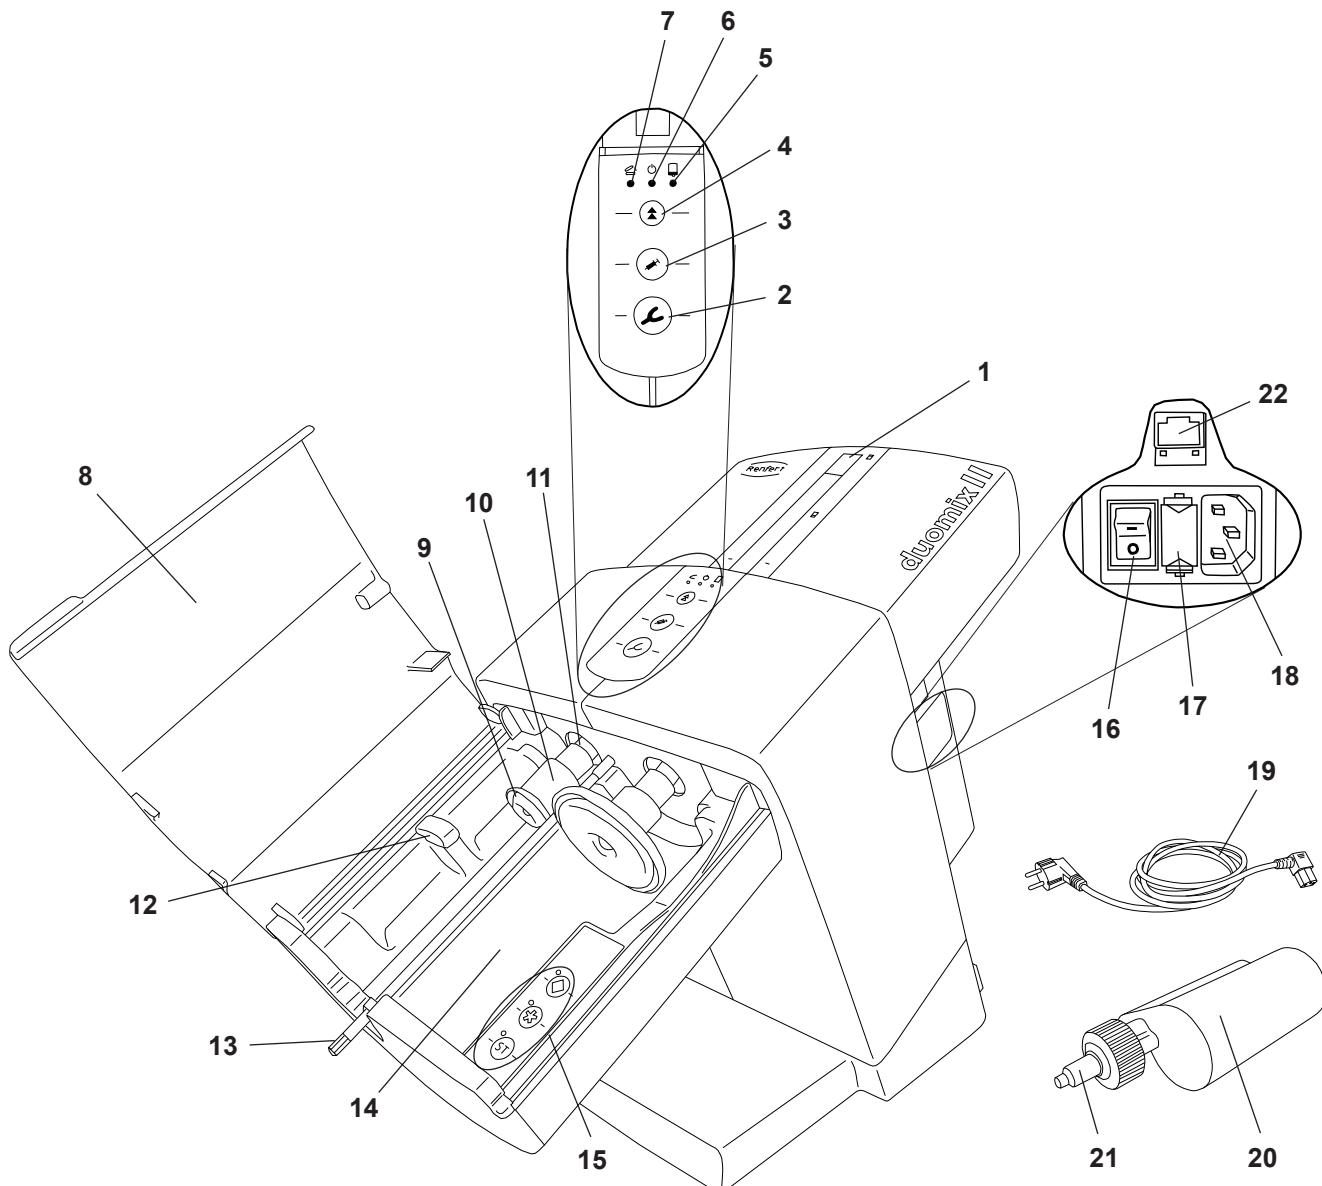

Fig. 1
- ⇒ Sett den medfølgende nettkabelen (19, Fig. 1) i strømkontakten (18).
- ⇒ Slå på apparatet på strømbryteren (16).
- ⇒ Trykk på tilbaketrekingstasten (4).
- ♦ Trykkplatene (9, Fig. 1) kjører tilbake i utgangsstilling og stopper.
- ⇒ Åpne enhetsdekslet (8, Fig. 1).
- ⇒ Fjern transportsikringen (23).
Det er kun mulig å legge inn og bytte patron, når de to trykkplate-ne (9, Fig. 1) er i utgangsstillingen.
⇒ Lukk enhetsdekslet (8, Fig. 1).
⇒ Åpne enhetsdekslet (8, Fig. 1).
Apparatluken kan lukkes når en patron er lagt inn korrekt. Så lenge apparatluken ikke er forskriftsmessig lukket, lyser den røde LED-en "Apparatluke åpen" (7, Fig. 1).
- ⇒ Trykk mateknapp (2) eller (3) og hold trykket:
- avtrykksskjede (2), høy utpressingshastighet eller
- dispenser (3), lav utpressingshastighet
- ◆ Blandersekskanten (13, Fig. 1) begynner å rotere og mates automatisk inn i blandedysen (21, Fig. 1) og stopper igjen.